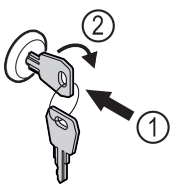

Fig. 138
- ▶ Dugja be a kulcsot. Fig. 138 (1)
- ▶ Forgassa el a kulcsot 90°-kal az óramutató járásával megegyező irányba. Fig. 138 (2)